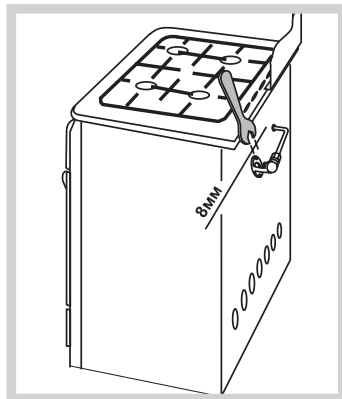

Рис.17
- Выкрутить при помощи ключа сопло (рис. 17)